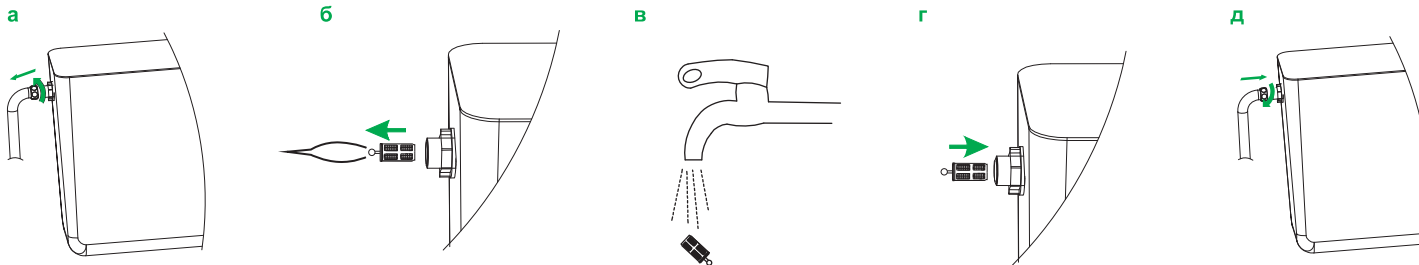

Рис. 16 / 16-сур.
- Открыть шланг подводки воды (рис. 16а) и руками (или с помощью пинцета) извлечь фильтр-вставку из корпуса впускной клапана (рис. 16б).
- Промыть фильтр (рис. 16в).
- Собрать все в обратной последовательности (рис. 16г, д).